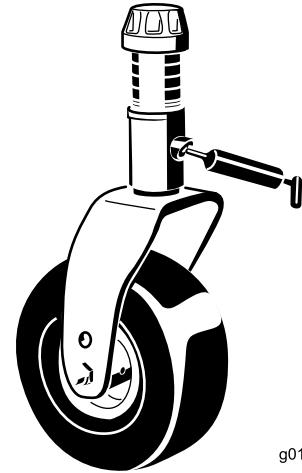

Bild 83
- Eine Laufradgabel-Wellenbüchse (Bild 83)